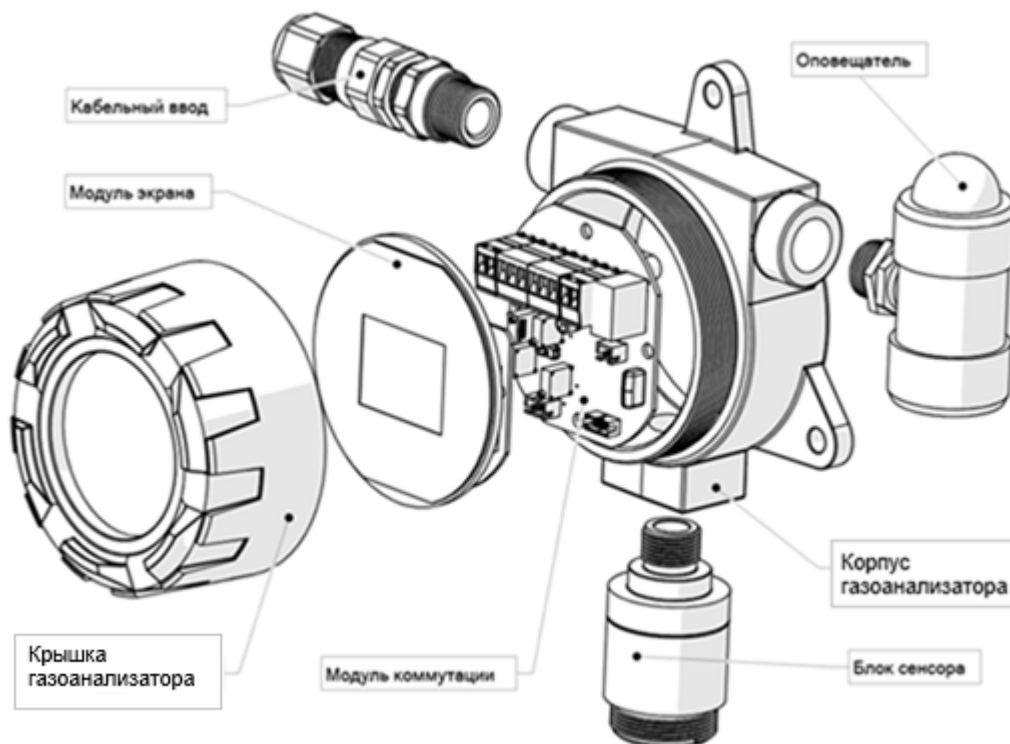

Рисунок 10 — Функциональный состав газоанализатора СИГМА-05
1.3.1 Газоанализатор предназначен для работы во взрывоопасных зонах классов 1 и 2. Конструктивные части выполнены по модульному принципу для унификации с различными газоанализаторами линейки. СИГМА-05-31 состоит из следующих функциональных частей (рисунок 10):